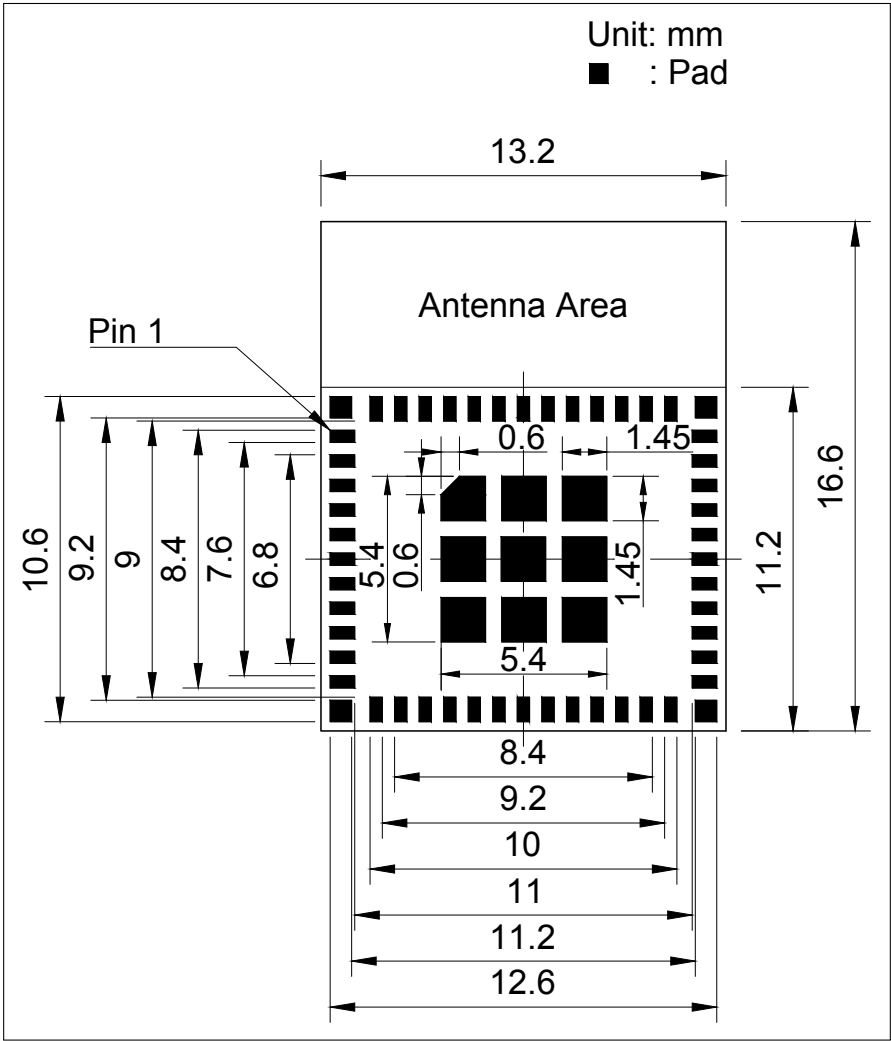
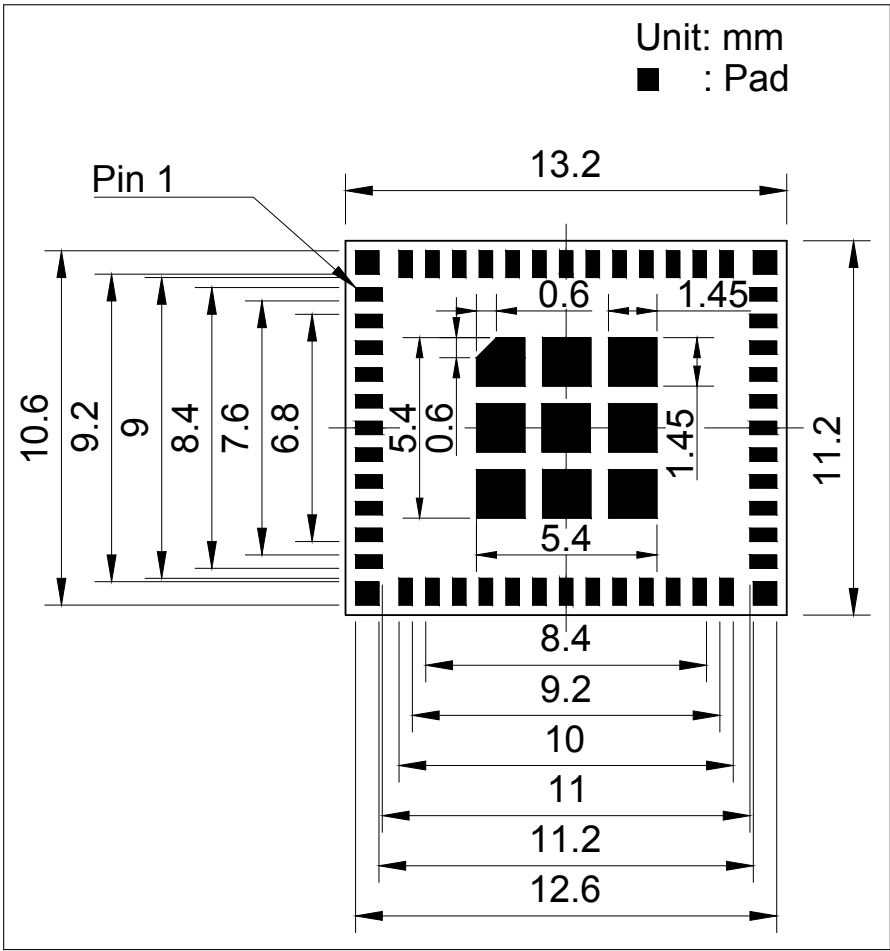

图 13: ESP32-PICO-MINI-02 推荐 PCB 封装图形
图 14: ESP32-PICO-MINI-02U 推荐 PCB 封装图形
- 推荐 PCB 封装图，标有 PCB 设计所需的全部尺寸。详见图 13 ESP32-PICO-MINI-02 推荐 PCB 封装图形和图 14 ESP32-PICO-MINI-02U 推荐 PCB 封装图形。
- 推荐 PCB 封装图的源文件，用于测量图 13 和 14 中未标注的尺寸。您可用 Autodesk Viewer 查看 ESP32-PICO-MINI-02 和 ESP32-PICO-MINI-02U 的封装图源文件。